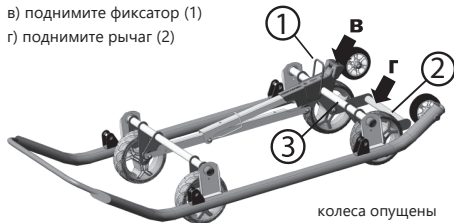

рис. 3 Механизм выдвижных колес.
4.6.1. Для перемещения по твердому покрытию необходимо выдвинуть колеса, закрепленные на каркасе. Для этого носком ноги поднимите фиксатор (1) (рис. 3), колеса опустятся. Нажмите на рычаг (2) и доведите колеса до фиксированного положения.
- Ногой поднять фиксатор (1), коляска опустится на полозья;
- Носком ноги поднять рычаг (2) (рис. 3) до фиксированного положения.